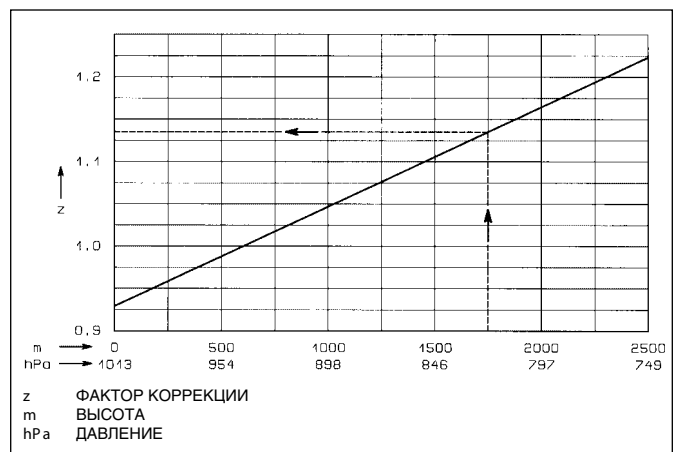

Рис. 13
**ДИАГРАММА ПОПРАВКИ НА ВЫСОТУ НАД УРОВНЕМ МОРЯ (Рис. 13)**